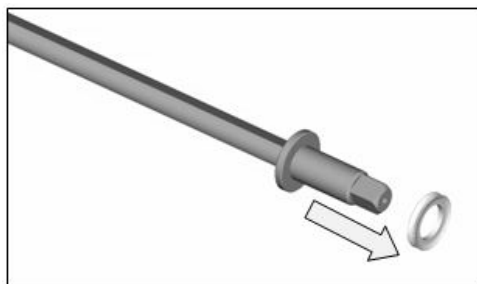

Fig.14
- Enlever le joint d'étanchéité placé à l'arrière de l'agitateur (Fig. 14).